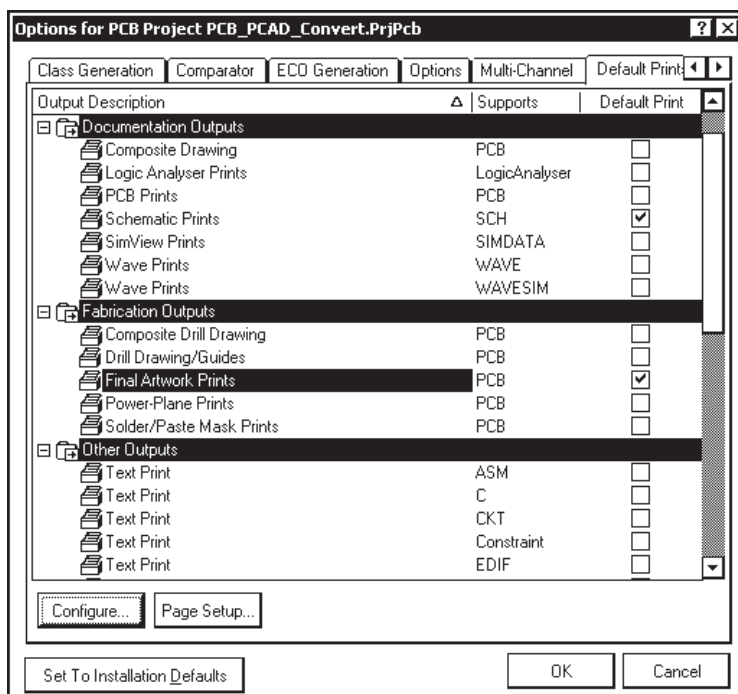

Рис. 10.5. Определение набора послойных распечаток проекта
1. Щелчком правой кнопки мыши на имени проекта в плавающей панели **Projects** вызвать контекстное меню и выбрать в нем команду **Project Options** — откроется диалоговое окно **Options for PCB Project <имя>.PrjPcb** (рис. 10.5).